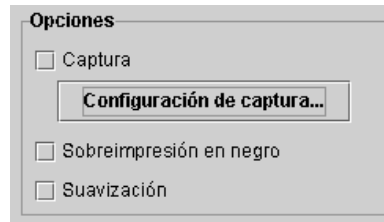

Figura 4.3 Utilidades de calidad de imagen
- La sobreimpresión en negro en DocuColor 2045/2060/6060 impide que se elimine el fondo de objetos negros, haciendo que la imagen negra se imprima encima del color de debajo y eliminando las bandas de blanco alrededor del objeto negro. Para ver el cuadro de diálogo donde encontrar y configurar esta función, véase la Figura 4.3
- **Suavización** reduce la apariencia dentada de las líneas y curvas del texto y dibujos lineales. Para ver el cuadro de diálogo donde encontrar y configurar esta función, véase la Figura 4.3